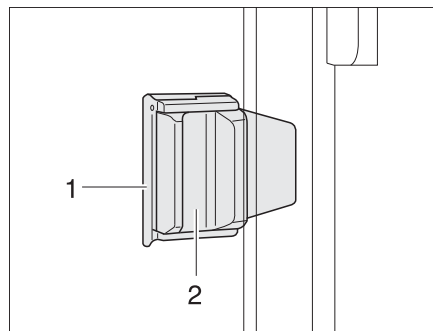

Fig. 58 Fenêtre coulissante avec verrouillage coulissant
- Retirer le verrouillage (Fig. 58,1).
- Appuyer sur la poignée (Fig. 58,2) et la pousser simultanément vers l'avant ou l'arrière.
- Tourner le bouton de verrouillage (Fig. 58,1) en position verticale.